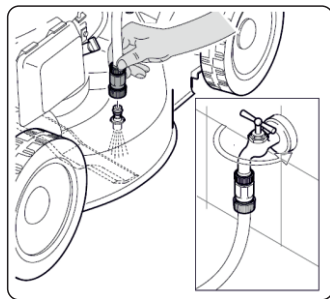

РИС.4
5. Лево́й рукой прижмите рычаг остановки двигателя к рукоятке (Рисунок 4).